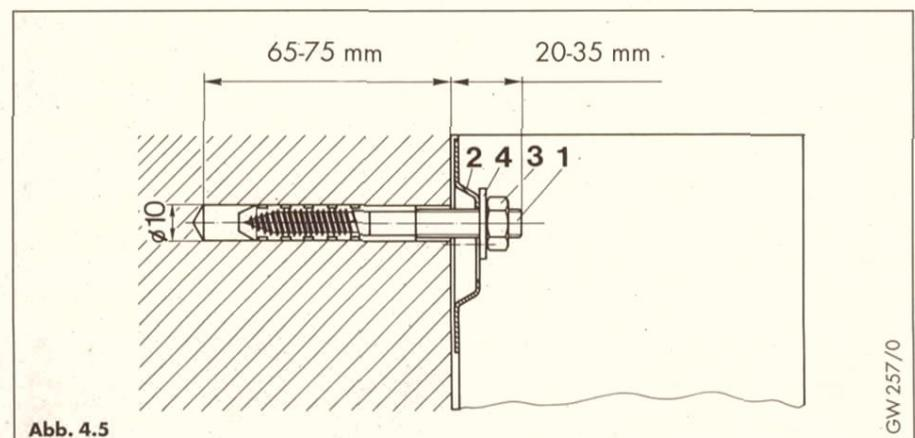

Abb. 4.5
4.2.3 Aufhängung mit Stockschrauben (Empfohlen bei unebenen Wänden, siehe Abb. 4.5)
- Stockschrauben (1) gemäß Abb. 4.5 befestigen.
- Gerät mit rückseitiger Quertraverse (2) auf die Stockschrauben aufhängen und mit Muttern und U-Scheiben befestigen.
Legende zu Abb. 4.5